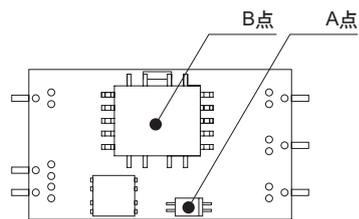

图8.11 强制风冷时的温度测量点
①SU6
■强制风冷时，应充分通风，确保图8.11中A点的温度不超过95℃、B点的温度不超过115℃。